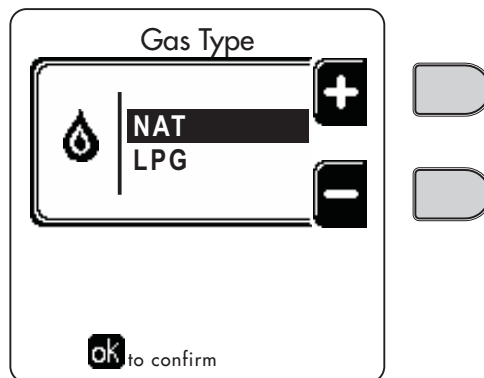

fig. 86- Selectarea tipului de gaz
11. Modificați parametrul referitor la tipul de gaz, așa cum se arată în continuare. Duceți-vă la ecranul prezentat în fig. 86 navigând în meniu, urmând calea „MENIU UTILIZATOR ➡ Întreținere ➡ Modul Test ➡ Selectarea tipului de gaz”. Apăsăți tastele contextuale 1 și 2 pentru a alege tipul de gaz. Confirmați cu tasta OK.